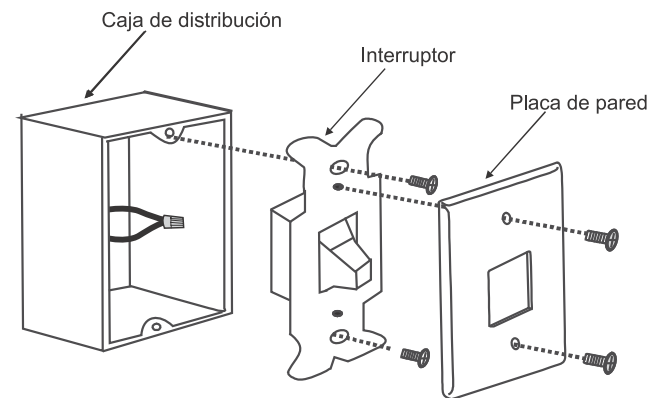

Fig. 23
Paso 1. Retire la placa de pared existente y el antiguo interruptor de la caja de distribución de pared. Conecte con una tuerca las terminaciones de cables NEGROS (calientes) entre sí y vuelva a empujarlos al interior de la caja de distribución. (Fig. 23)